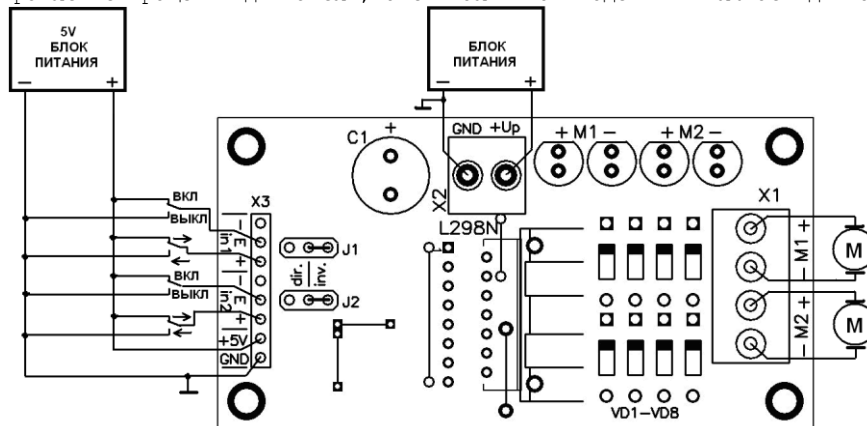

Рис. 5 Входы «in1» управляют двигателем M1 Входы «in2» управляют двигателем M2
3. Управление двигателями постоянного тока Рис.5 (переключки в положении inv.).